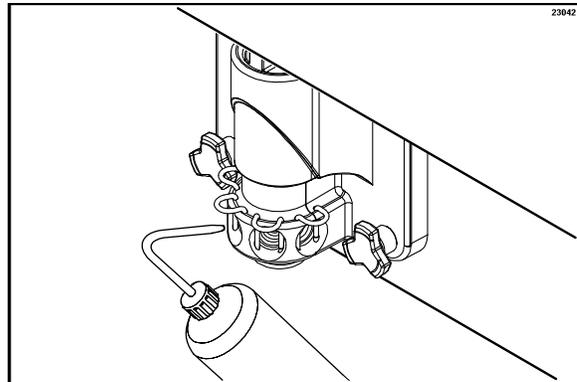

図57
13. スクイズボトルに殺菌溶液を満たします。容器を下に置き、スクイズボトルのチューブ端をシロップポートに挿入し、きつく握ります。これにより消毒溶液が近くのポートとスピナー周りから押し出されます。各ポートにつき、最低10秒間この作業を行ってください。(図57を参照)。